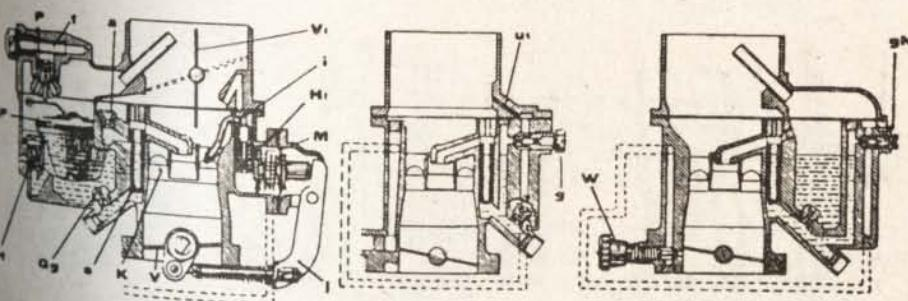

Fig. 3-4.— Carburador Solex 34 PCIS, de Citroën 3CV
**6. Carburador Solex 34-PCIS.**— Se emplea en los motores 3CV. La bencina llega por el tubo superior, se filtra y pasa al vaso, donde se mantiene su nivel constante, regulado por la válvula y el flotador (Fig. 3-4).